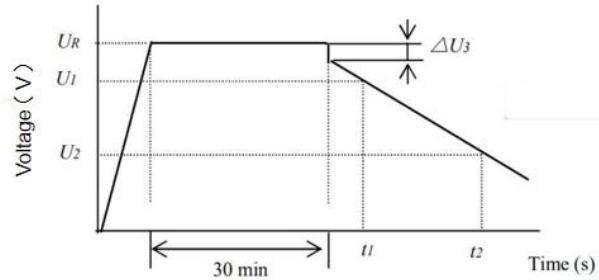

图 2
- 5) 测量并记录电容器两端电压从 U₁ 到 U₂ 的时间 t₁ 和 t₂，如图 2 所示，根据下列公式计算电容量值：